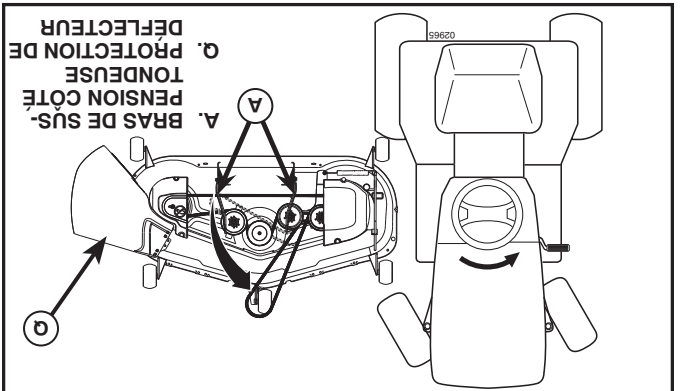

Fig. 8
- 4. GLISSER LA TONDEUSE SOUS LE TRACTEUR (Voir la Fig. 8)
- **REMARQUE:** Les bras de suspension côté tondeuse (A) doivent pointer vers l'avant avant de glisser la tondeuse sous le tracteur.